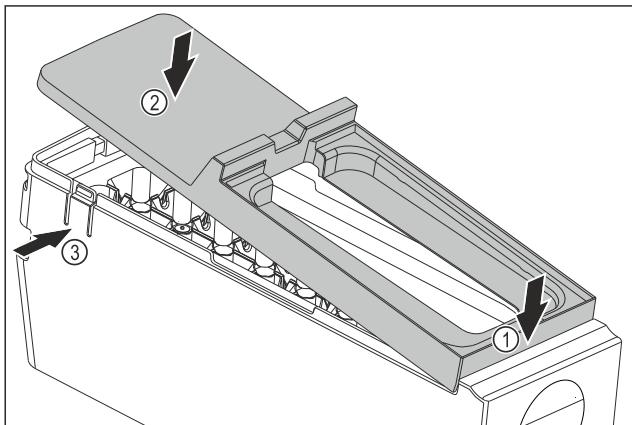

Fig. 148
- Montáž krytu korpusu EasyTwist-Ice: Kryt nasadte vpred. Fig. 148 (1)
- Kryt spusťte dozadu. Fig. 148 (2)
- Kryt počuteľne zapadne od oboch stranev Fig. 148 (3).